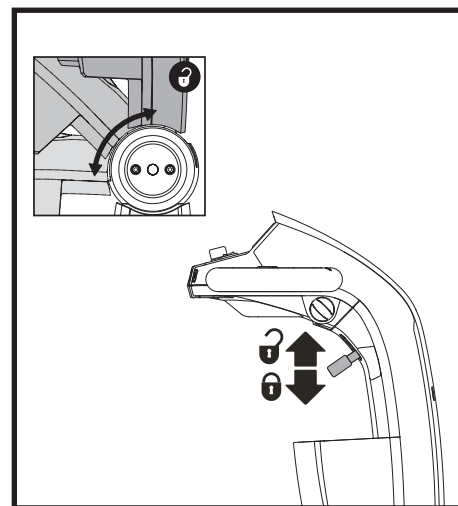

Figura 13. Regulador del manillar
1. Levante la palanca de ajuste del timón. Ver figura 13.